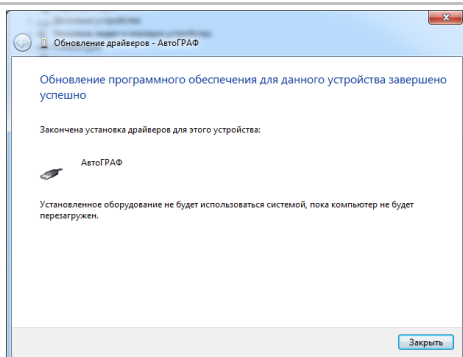

Рисунок 3.
7. Выполните установку драйвера. После установки система автоматически определит подключенное устройство (рисунок 3).